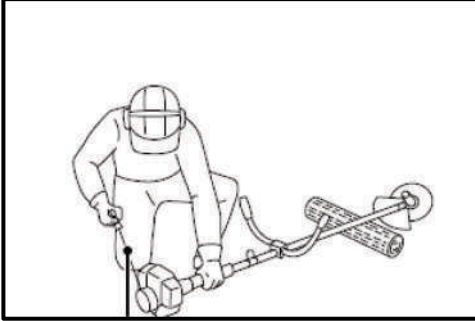

Рис. 36
- Якщо Ви тягнете (приблизно 50-70 см) за рукоятку (1) шнура стартера і відчуваєте опір, але шнур продовжує витягатися – стартер справний (Рис. 36). Якщо Ви не відчуваєте опору або якщо шнур стартера взагалі не витягається – стартер не справний. Зверніться до спеціалізованого дилера або офіційного сервісного центру.